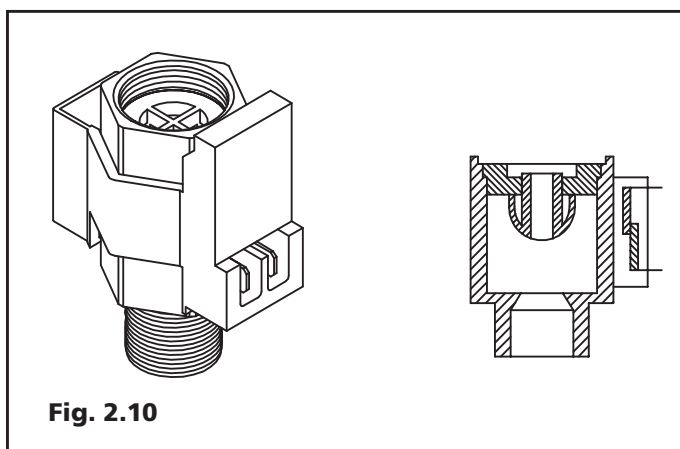

Fig. 2.10
4) Flussostato (Fig. 2.10): dispositivo in grado di rilevare la presenza del flusso dell'acqua tramite un galleggiante composto da un otturatore in teflon, con un settore calamitato sulla parte superiore. All'ingresso dell'acqua fredda vi è un filtro che salvaguarda il flussostato dal passaggio di impurità.